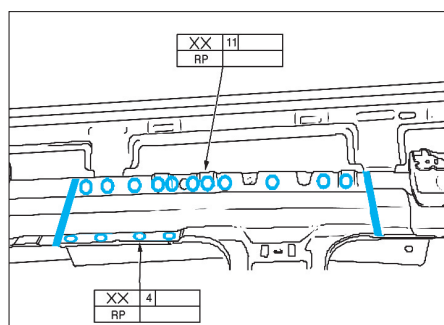

FIG. 83
- Souder la partie supérieure de montant B (fig. 83).